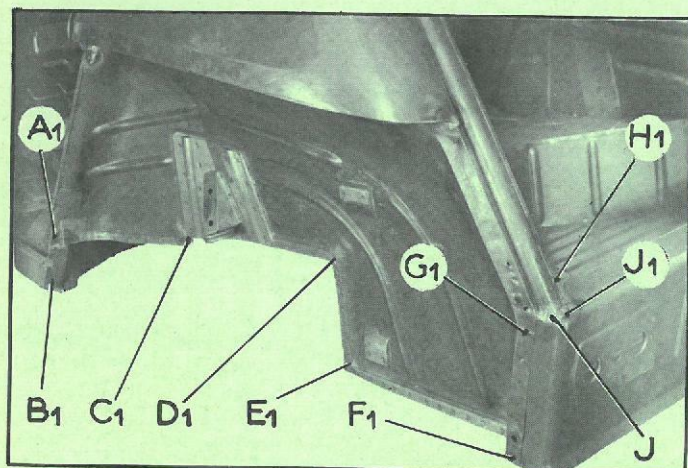

Fig. 9
- A1, C1 (fig. 9)
- C1, D1 (fig. 9)
- D1, E1 (fig. 9)
- E1, F1 (fig. 9)
- F1, G1 (fig. 9)
- H1, J1 (fig. 9)
- j (fig. 9)
- B1, C1 (fig. 9)